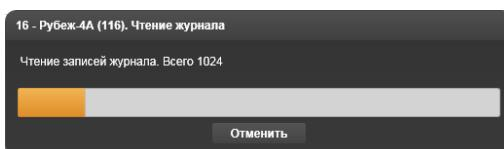

Рисунок 14.3.21 – Окно прогресса **Чтение журнала** прибора
**Журнал событий** – функция, позволяющая просмотреть журнал событий прибора, выделенного в рабочей области. Выбор этой функции вызывает открытие окна чтения журнала событий прибора (Рисунок 14.3.21)